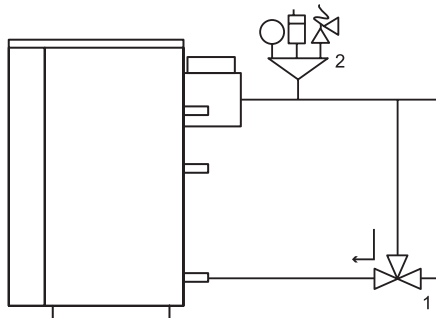

Рис. 10
- При монтаже котлов Kobold PRO необходимо установить на выходе теплоносителя группу безопасности, включающую в себя автоматический воздухоотводчик, манометр и аварийный сбросной клапан на 3 бар (рис.10, поз.1). Отвод теплоносителя из сбросного клапана необходимо обеспечить в дренажную линию с разрывом струи;
- Для выравнивания температурного перепада между подачей и обратной линией, рекомендуется устанавливать термостатический трехходовой клапан, например ESBE VTC511 (поддержание температуры обратной линии в котел не ниже 60°C) (Рис.10, поз.1). Повреждения теплообменника, вызванные перепадом температуры, не являются гарантийными.